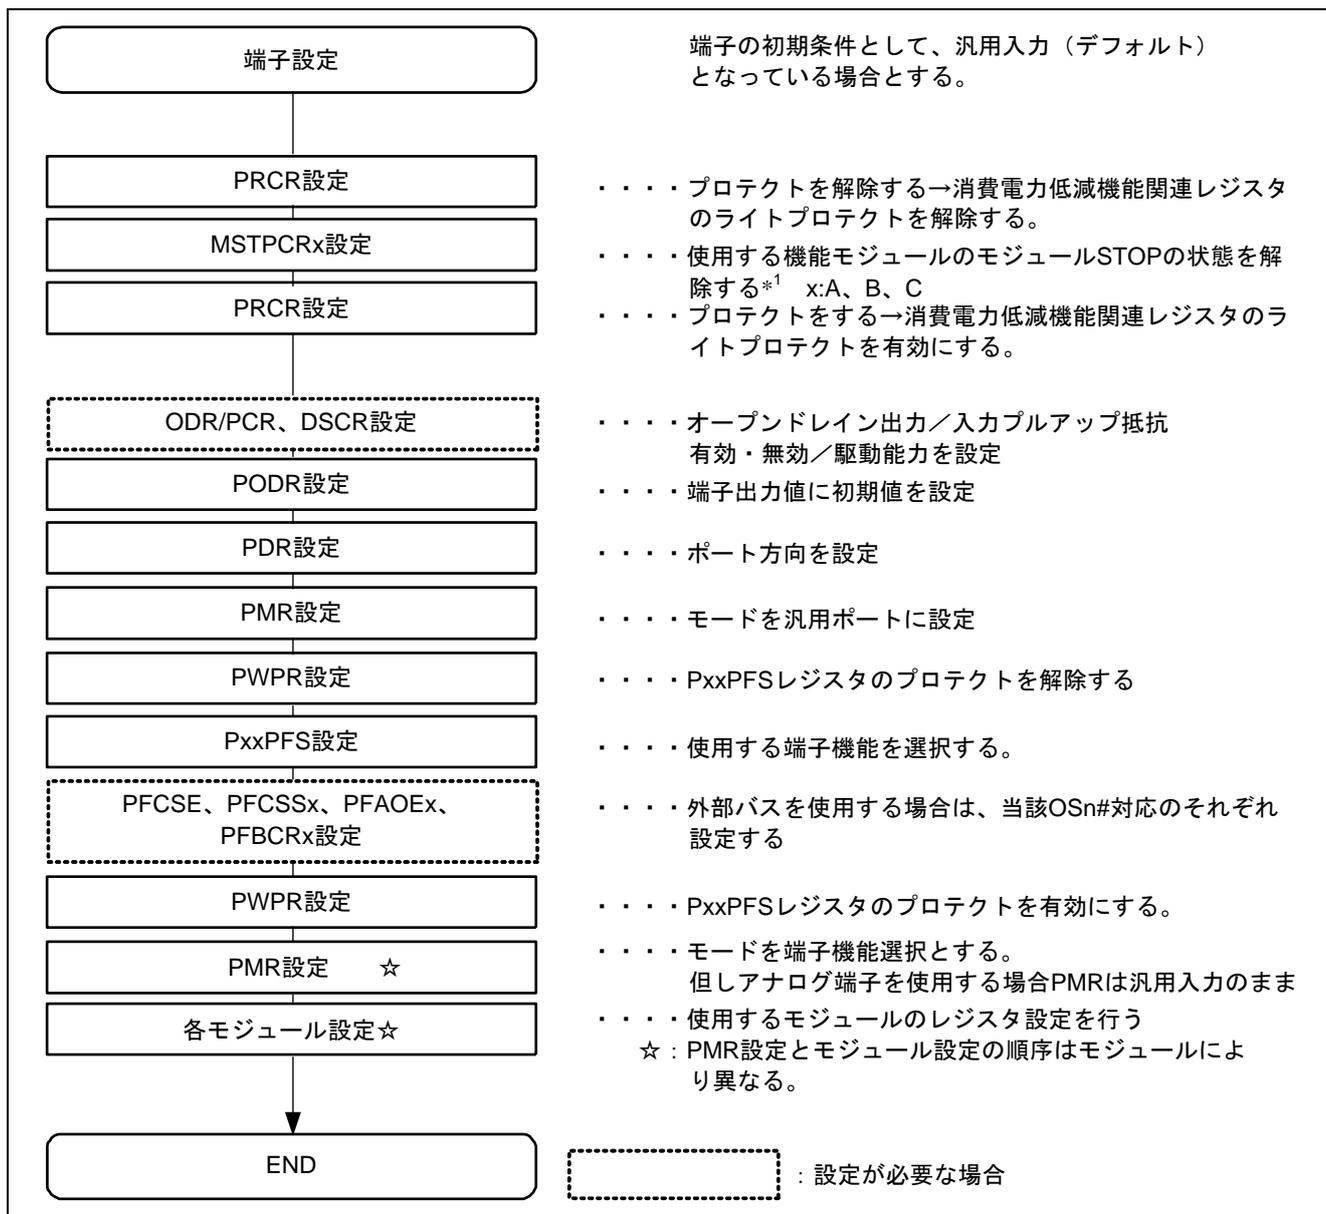

図 2.3 RX210 端子機能設定フローチャート
- 周辺モジュールの初期化フローは図 2.3 に示します。
RX210 の I/O ポートを端子機能で使用する場合の初期化フローを図 2.3 に示します。汎用入出力も含む周辺機能使用時の設定例については、各周辺機能の章を参照して下さい。